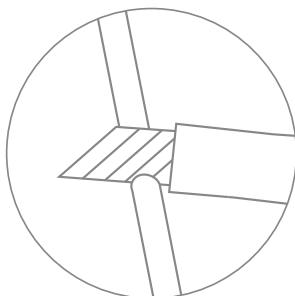

Рис. 3
1. Разрежьте трубку из комплекта поставки (рис. 3) на две части. Срез должен быть только под прямым углом, ровным, без зазубрин и волн.